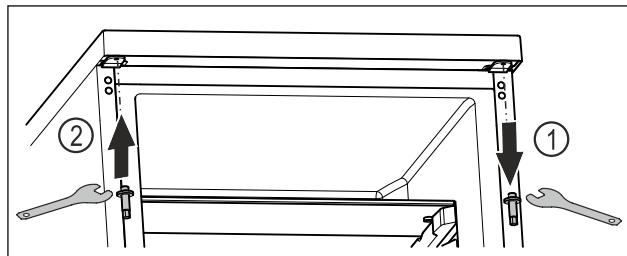

Fig. 23
- ▶ Odvrnute gornji svornjak s pomoću vanjskog šesterostranog ključa. Fig. 23 (1)
- ▶ Pritegnite svornjak na suprotnoj strani s pomoću vanjskog šesterostranog ključa. Fig. 23 (2)